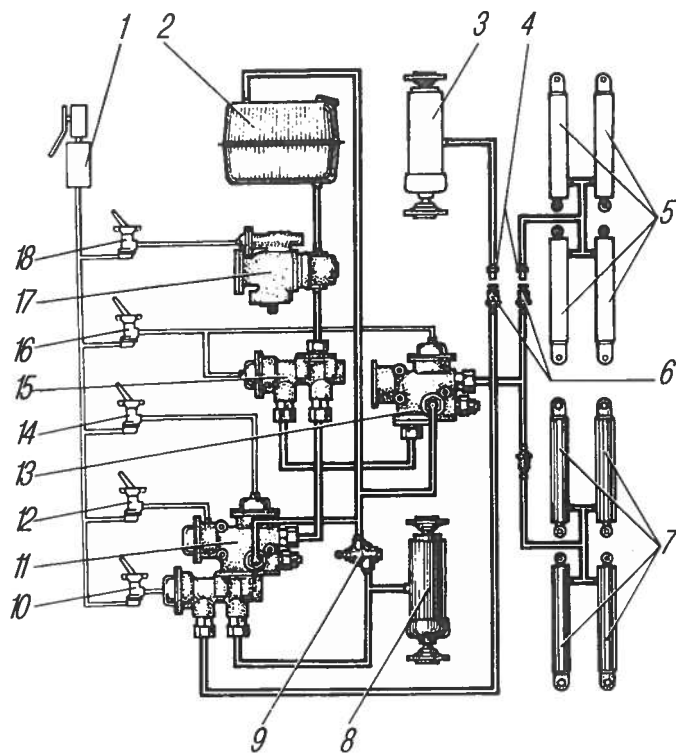
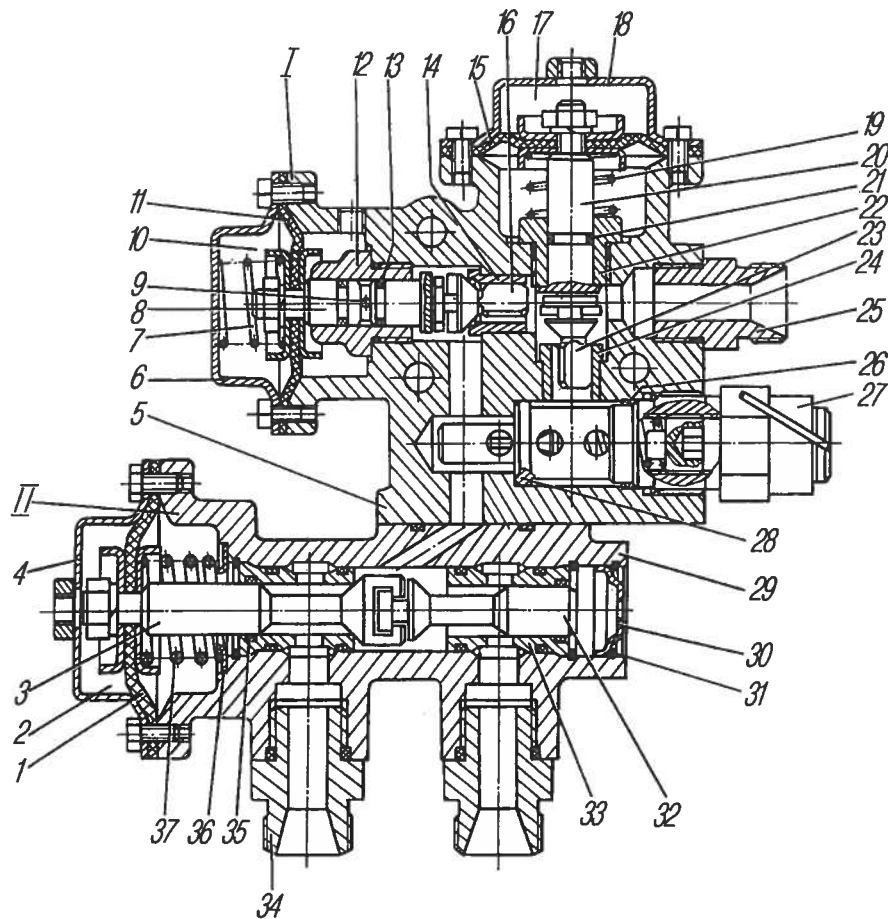
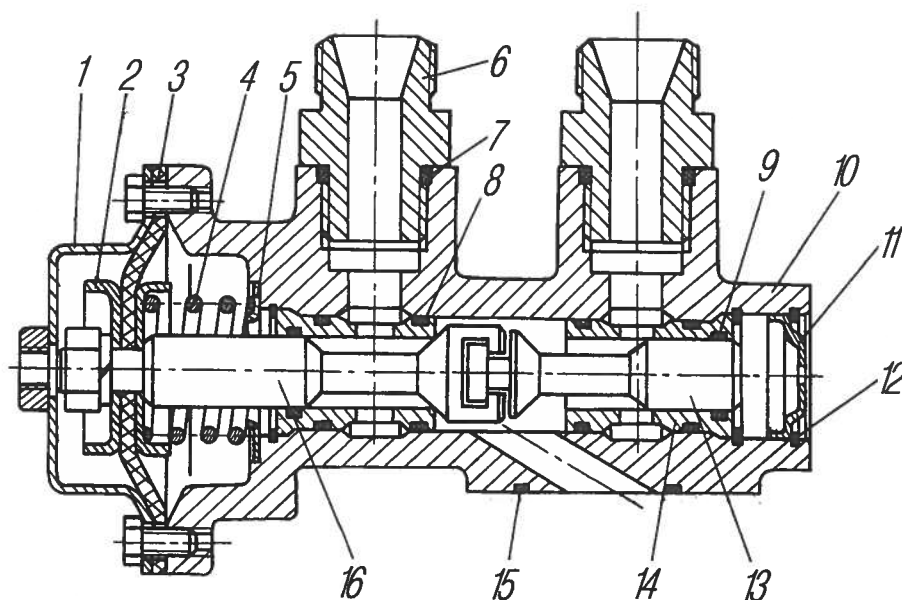

Рис. 109. Схема пневмогидравлическая самосвальной установки автомобиля Урал-5557-40:
Рис. 120. Блок гидрораспределителей:
Рис. 121. Гидрораспределитель закрывания бортов платформы:
Механизмы самосвальной установки автомобилей Урал-5557-40 (рис. 109) обеспечивают: подъем и опускание платформы, остановку ее в любом положении, закрывание боковых бортов, автоматическое ограничение максимального угла наклона платформы, автоматическое ограничение максимального давления масла в гидросистеме. При подсоединении к гидровыводам автомобиля (см.рис. 20) гидравлической системы прицепа обеспечиваются также подъем и опускание платформы прицепа и закрывания его бортов.
**Блок гидрораспределителей** служит для управления потоком рабочей жидкости в гидросистеме и состоит из крана управления I (рис. 120) и гидрораспределителя II. В корпус 5 крана запрессованы седла 14 и 24 клапанов 16 и 23 и ввернуты штуцеры 12 и 22, служащие направляющими толкателей 8 и 20. Соединение клапанов с толкателями типа «ласточкин хвост» исключает заклинивание клапанов в седлах при несовпадении осей толкателей и седел. Толкатели соединены с диафрагмами 11 и 15, расположенными в полостях пневмокамер,
В корпусе 29 гидрораспределителя установлены седла 33 с клапанами 32 и 3 и повернуты штуцера 34. Клапан 3 соединен с диафрагмой 1 пневмокамеры, закрытой крышкой 4. Пружина 37 удерживает клапан 3 в закрытом, а клапан 32 — в открытом положении. Подвижные и неподвижные соединения уплотнены резиновыми кольцами. В нейтральном положении клапанов блока масло от насоса по трубопроводам через гидрораспределитель 15 (см.рис. 109) крана управления I (см.рис. 120) и открытый клапан 23 идет на слив.
При подъеме платформы автомобиля (прицепа) гидроцилиндры закрывания бортов соединены со сливной магистралью. При закрывании бортов воздух подается одновременно в пневмокамеры крана управления и гидрораспределителя (см.рис. 109). Клапан 16 (рис. 121) гидрораспределителя открывается, а клапан 13 закрывается. В кране управления клапан 14 (рис. 122) перекрывает сливную магистраль, и масло поступает в штоковые полости гидроцилиндров закрывания бортов. От перегрузки механизмы защищены предохранительным клапаном 15, отрегулированным на давление 10 МПа (100 кгс/см2). Изменять регулировку при эксплуатации не допускается.